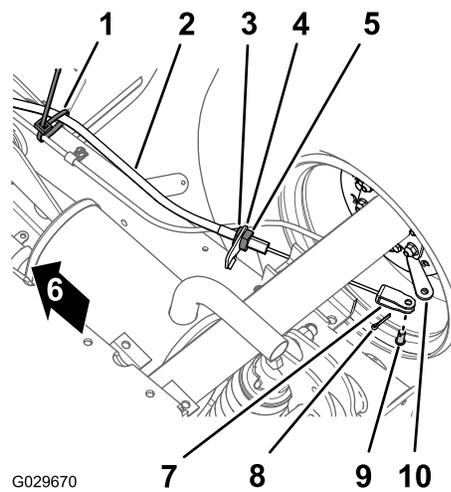

図 44
1. 機体の底部で、駐車ブレーキケーブルを常用ブレーキのラインに接続しているケーブルを外す 図 44。
2. 駐車ブレーキケーブルの前側ジャムナットの位置にマーキングする 図 44。
3. ケーブルについている後ジャムナットをゆるめて、ケーブルをブラケットから外す 図 44。
4. 駐車ブレーキケーブルのクレビスをブレーキ作動レバーに固定しているコッターピンとクレビスピンを外してケーブルをレバーから外す 図 44。
1. 駐車ブレーキケーブルのねじ山付きアジャスタを、ブレーキケーブルのブラケットに導き、クレビスをブレーキ作動レバーへ導く 図 44。
3. 駐車ブレーキケーブルのねじ山付きアジャスタを、ブレーキケーブルのブラケットにセットして後部ジャムナットを締める 図 44。